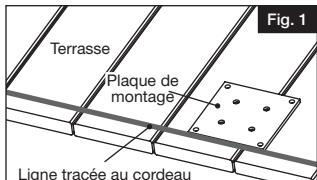

Fig. 1
- Déterminer l'emplacement désiré de la rampe, puis tracer une ligne au cordeau sur la surface de montage pour s'assurer que tous les poteaux sont bien alignés (Fig. 1).